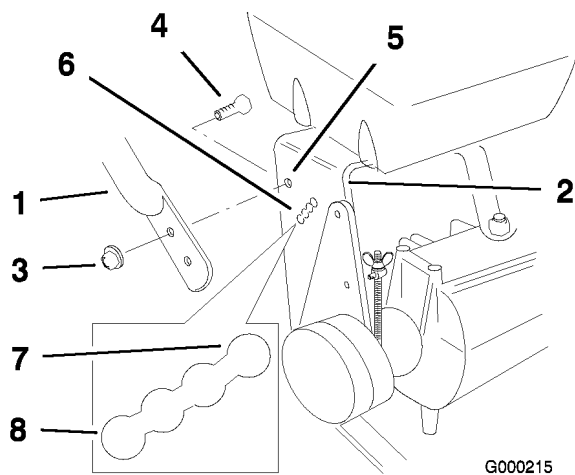

Figura 22
- Afloje los pernos con arandela prensada superiores (3/8 x 1-1/4 pulg.) y la tuerca con arandela prensada que sujetan el manillar al bastidor trasero (Figura 22).
- Retire los pernos con arandela prensada inferiores (3/8 x 1 pulgada) y las tuercas con arandela prensada que sujetan el manillar al bastidor trasero (Figura 22).